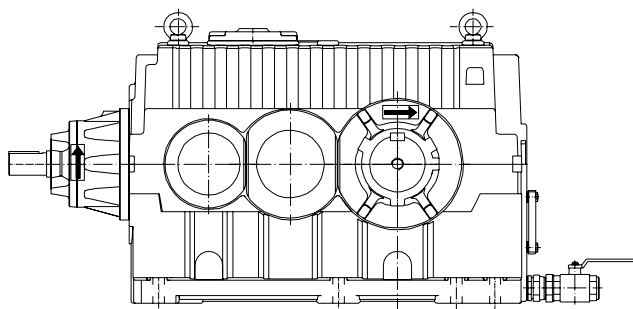

Рис. 1 Разрешенное направление вращения показывается на корпусе зубчатого механизма.
4. Измените знаки направления вращения (рис. 1) на зубчатом механизме.